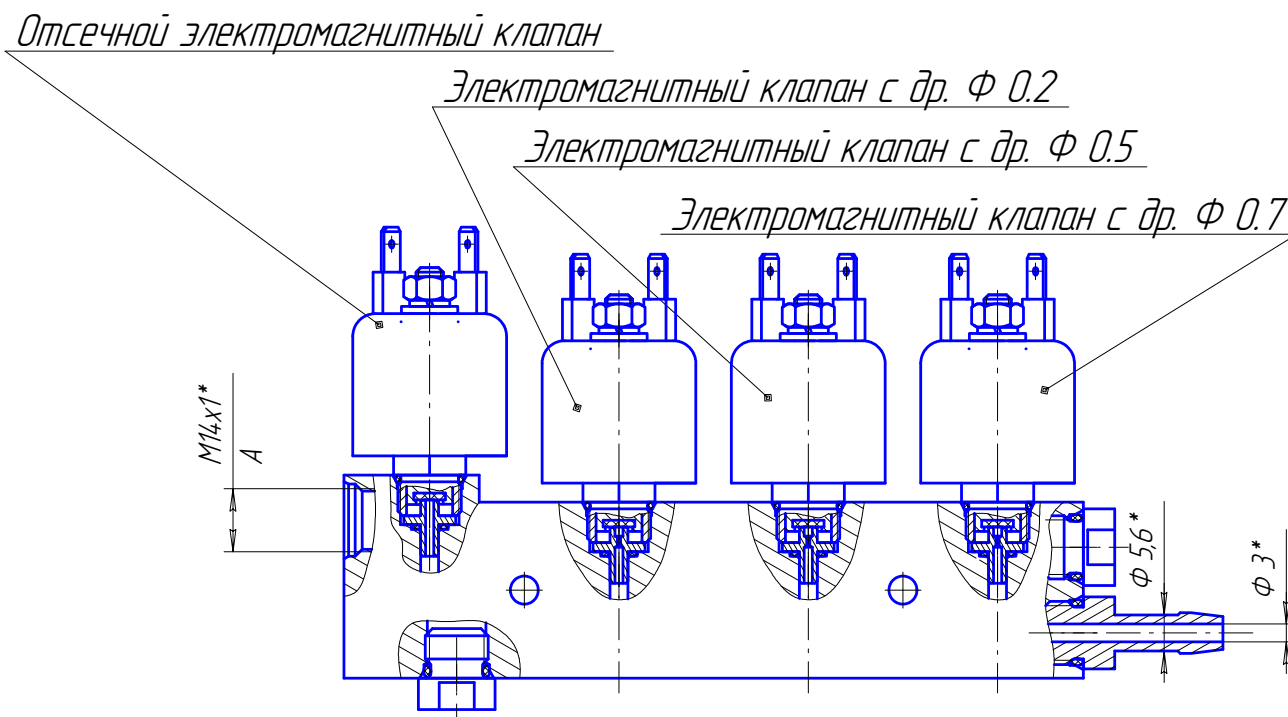

Рисунок 3- Блок низкого давления
- блок низкого давления (см. рисунок 3) служит для подачи газа с определенным расходом в камеру сгорания. Блок устанавливается на корпус нагревателя;